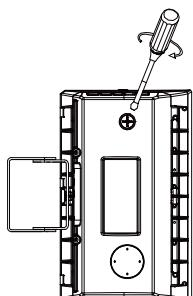

figura 18
Paso 1: Abre la clavija metálica en sentido antihorario con un destornillador. A continuación, desliza el interruptor arriba y abajo para ajustar el regulador de potencia o el controlador CCT, según sea necesario. (figura 18)